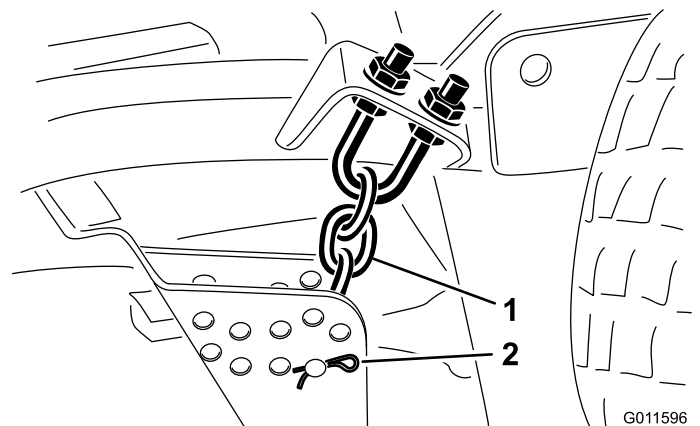

Figura 3
1. Togliete la coppiglia e il perno con testa che fissano le catene dell'altezza di taglio sul retro dell'apparato di taglio (Figura 3). Conservate le coppiglie e i perni con testa per poterli montare sul nuovo apparato di taglio frontale.